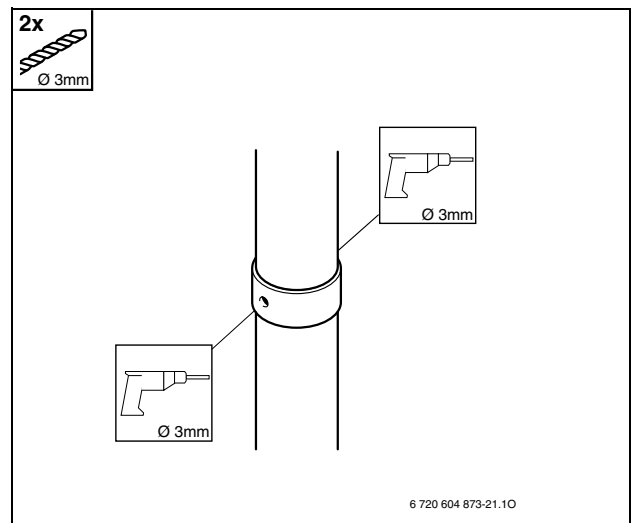

Fig. 3
- ▶ Eseguire due fori $\text{Ø } 3 \text{ mm}$ nella tubazione per l'aria comburente (come da Fig. 3). Profondità massima della foratura 8 mm! Evitare assolutamente di danneggiare la tubazione di scarico fumi!